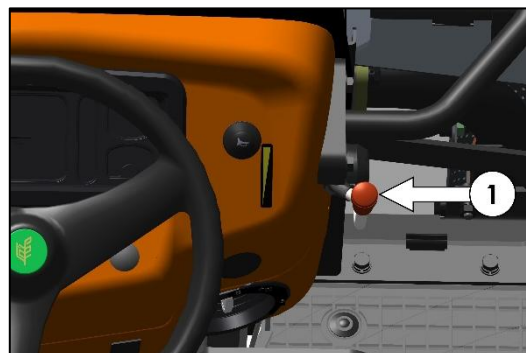

Fig. 151 – HANDGAS HALVERWEGE
2. Zet het handgas halverwege open (zie Fig. 151).